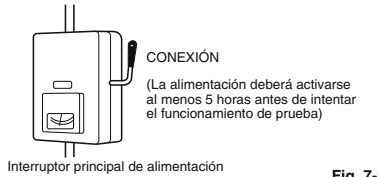

Fig. 7-1
- (1) Los cables de control están correctamente conectados y todas las conexiones eléctricas están apretadas.
- (2) Los amortiguadores para el transporte del ventilador interior se han quitado. Si no es así, quítelos ahora.
- (3) Se ha activado la alimentación hacia la unidad, al menos, 5 horas antes de poner en funcionamiento el compresor. La parte inferior del compresor deberá estar cálida al tacto y el calentador del cárter alrededor de las patas del compresor deberá estar caliente al tocarse. (Fig. 7-1)